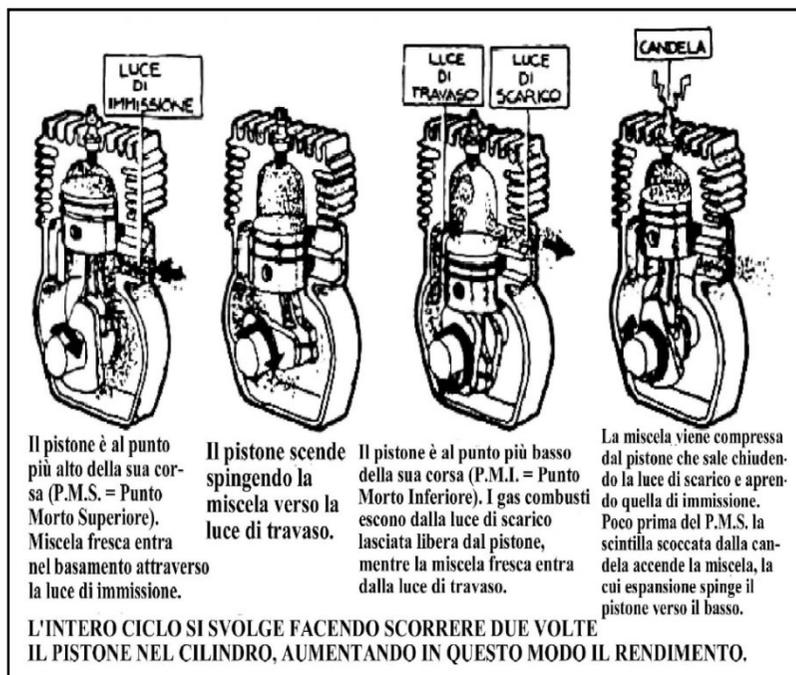

FIG. 8 – Le fasi di funzionamento di un motore a 2 tempi
b) nella fase discendente, il pistone spinge la miscela (già immessa nel basamento) verso la luce di travaso, mentre si apre una luce di scarico che consente l'eliminazione dei gas combusti. il pistone é al punto morto inferiore quando la miscela "fresca" entra dalla luce di travaso nella parte superiore del cilindro. **FIG. 8**